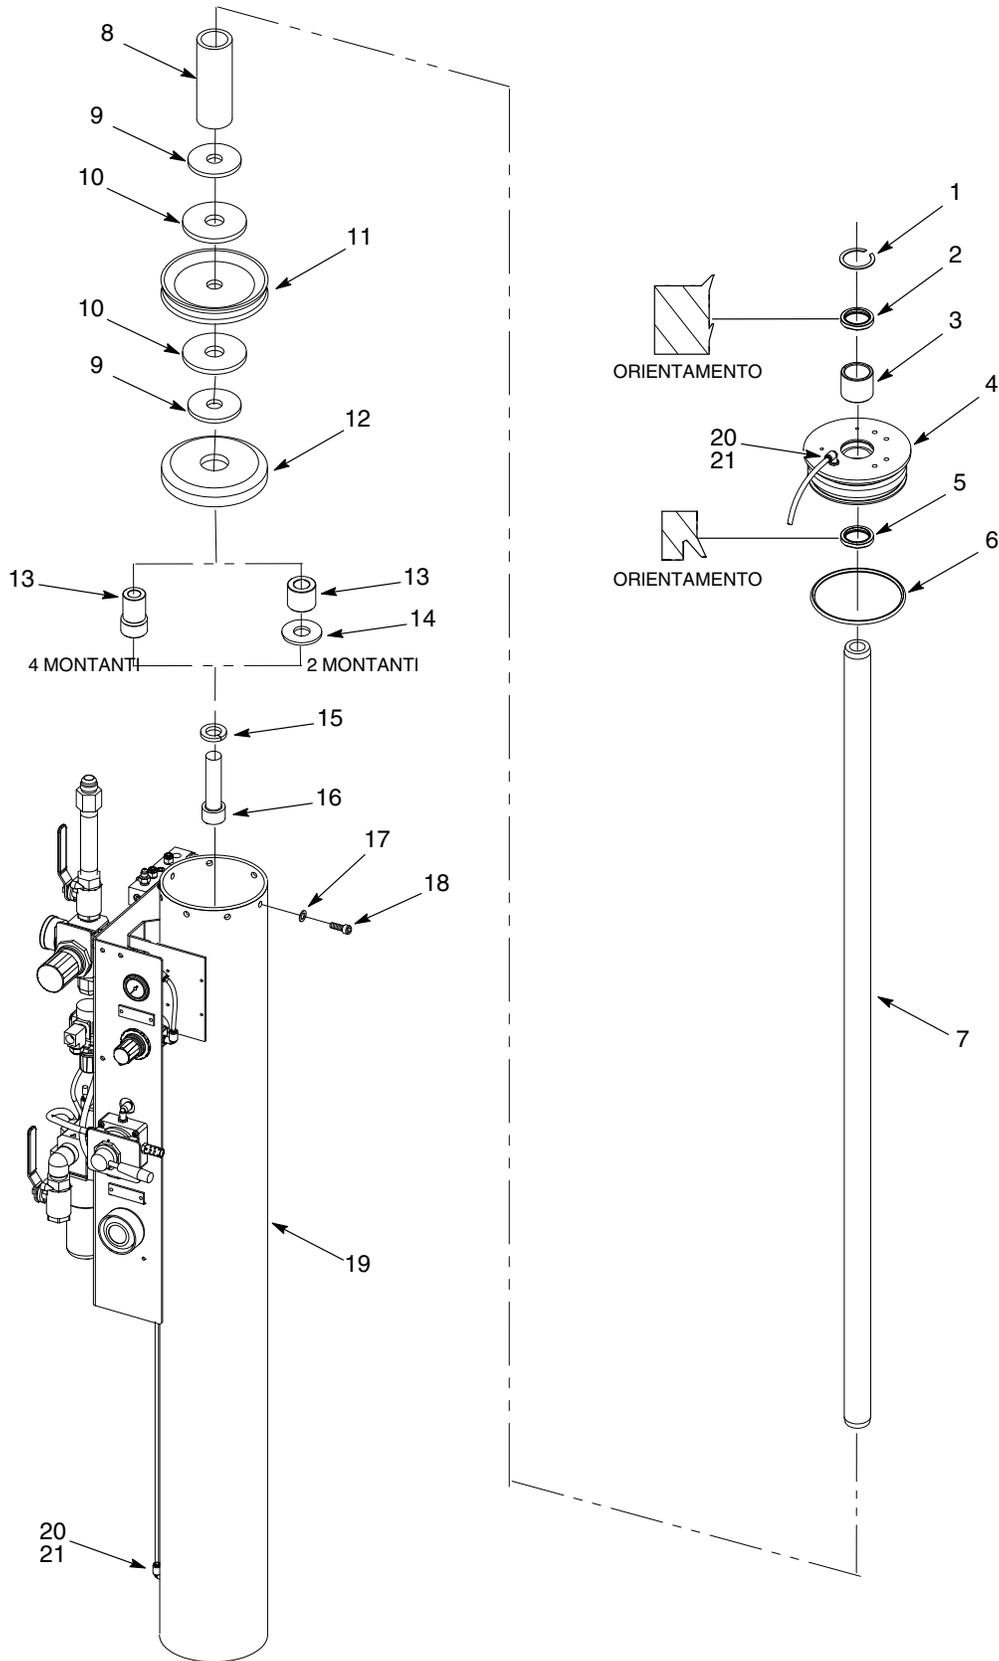

Figura 3 Ricostruzione dei cilindri del telaio grande
1. Vedi figura 3. Smontare da ogni albero del cilindro (7) quanto segue:
- vite dell'albero (16)
- rondelle elastiche di sicurezza (15)
- rondelle piatte (14)
- distanziatore del pistone inferiore (13)
- disco guida del pistone (12)
- piastre di supporto del pistone (9)
- guarnizioni (10)
- guarnizione del pistone (11)
- arresto del pistone (8)
2. Smontare la testa del cilindro (4) da ciascun albero del cilindro (7).
1. Vedi figura 3. Pulire le pareti interne dei cilindri pneumatici (19). Applicare immediatamente uno strato di lubrificante per o-ring per evitare la corrosione.
2. Pulire le teste dei cilindri (4) e gli alberi dei cilindri (7).
3. Sostituire le guarnizioni di tenuta (5 e 11), i raschietti spazzola (2), i cuscinetti (3), gli o-ring (6) e le guarnizioni (10).
1. Vedi figura 3. Lubrificare i seguenti pezzi nuovi con gelatina di petrolio grezzo e montarli in ciascuna testa del cilindro (4):
- guarnizione dell'albero (5)
- cuscinetto (3)
- raschietto spazzola (2)